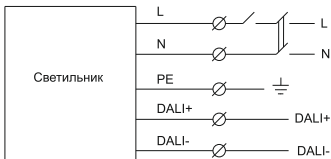

Рисунок 4
3.1 Подключение светодиодной панели производить сетевым кабелем, выведенным из корпуса светильника, согласно маркировке проводников (рисунок 4): L – коммутируемая фаза; N – нейтраль; PE – заземление; DALI+ и DALI- – управляющие провода.